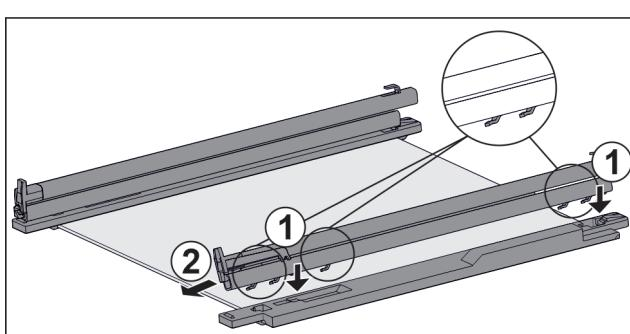

Fig. 115 Skleněná deska s kolejničkami a přídržnými díly
- Nasadte háčky kolejničky na otvory **levého** přídržného dílu. Fig. 115 (1)
- Vytáhněte kolejničku dopředu. Fig. 115 (2)
- Nasadte háčky kolejničky na otvory **pravého** přídržného dílu. Fig. 115 (1)